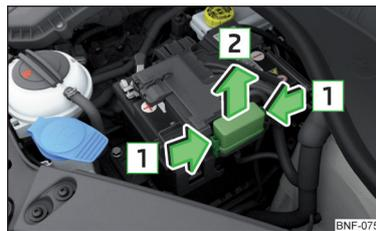

Fig. 138
Les fusibles se trouvent sous un cache à côté de la batterie du véhicule » fig. 138.
- Pressez simultanément les touches de verrouillage **1** du cache » fig. 138.